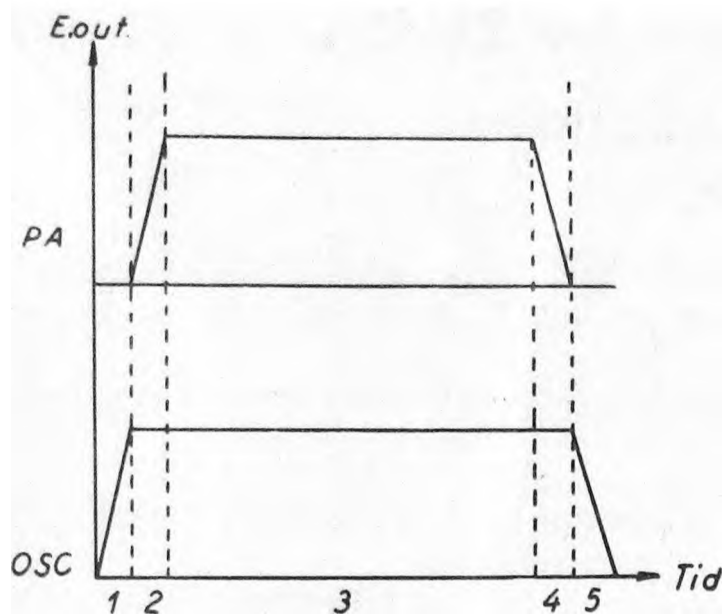

Fig. 7.
Fig. 7 viser nøglekarakteristikkerne for henholdsvis oscillator og hele senderen. Det ses heraf, at først starter oscillatoren, og dens outputspænding vokser til sin maximale værdi (1), hvorefter det eller de nøgledede mellemrør starter (2), i tidsperioden (3) har mellemrørene og dermed hele senderen sit maximale output. Når nøglen slippes, afbrydes